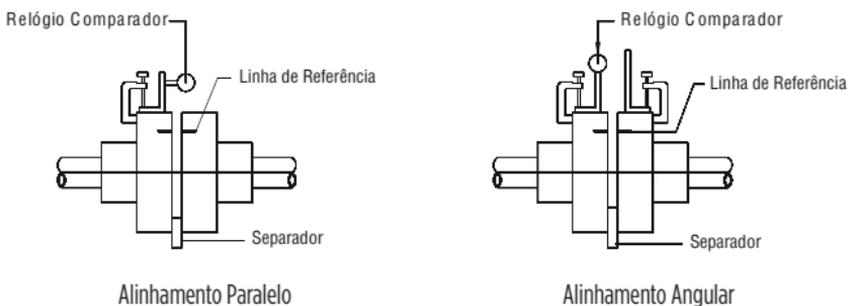

Figura 2: Alinhamento do acoplamento usando relógio comparador.
Um relógio comparador (Figura 2) também pode ser usado para verificar o alinhamento. Proceda da seguinte maneira:
1. Marque uma linha de referência nas buchas de acoplamento conforme Figura 2.